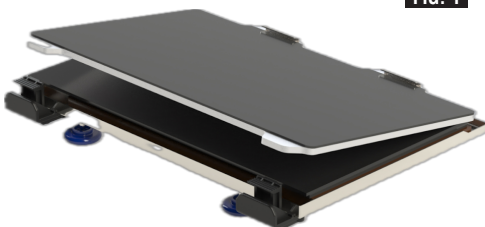

FIG. 1
2. Inserte la placa de aluminio (con el lado del imán hacia arriba) en ángulo, alineando las pestañas con muescas en la parte posterior y luego presionando hacia abajo en el frente hasta que las pestañas encajen en su lugar. **FIG. 1.**